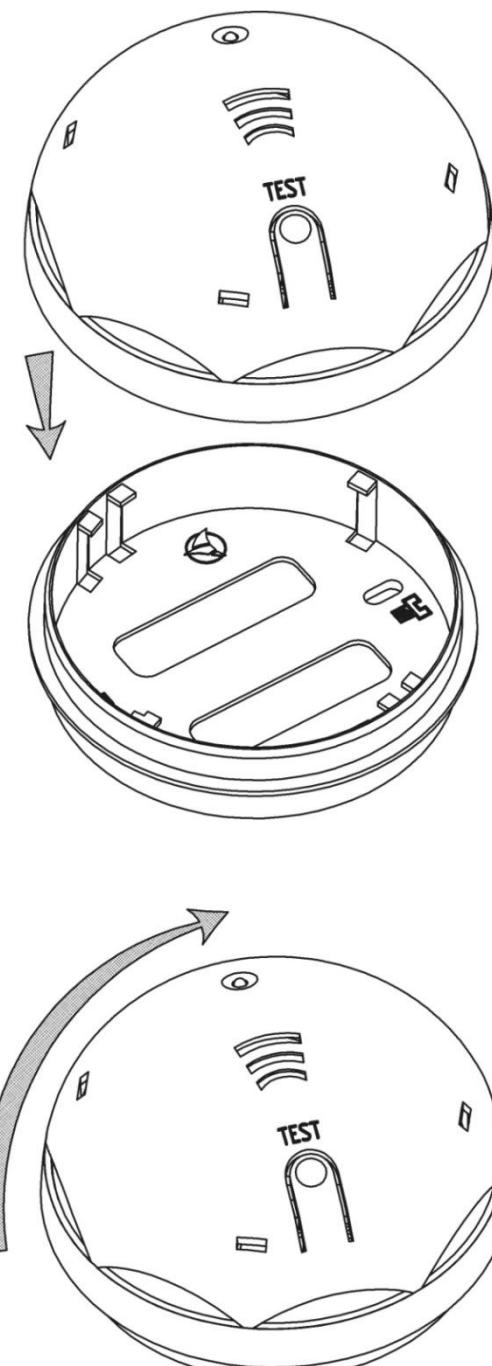

Рис.2. Установка сигнализатора в основание
5.4.1 Установить сигнализатор в основание и провернуть его по часовой стрелке (смотреть рис.2).